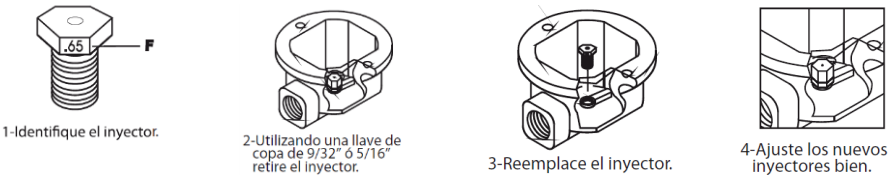

Fig.9
3. Tome los inyectores (K) e identifíquelos por el número estampado (F) en la superficie (Fig.9)